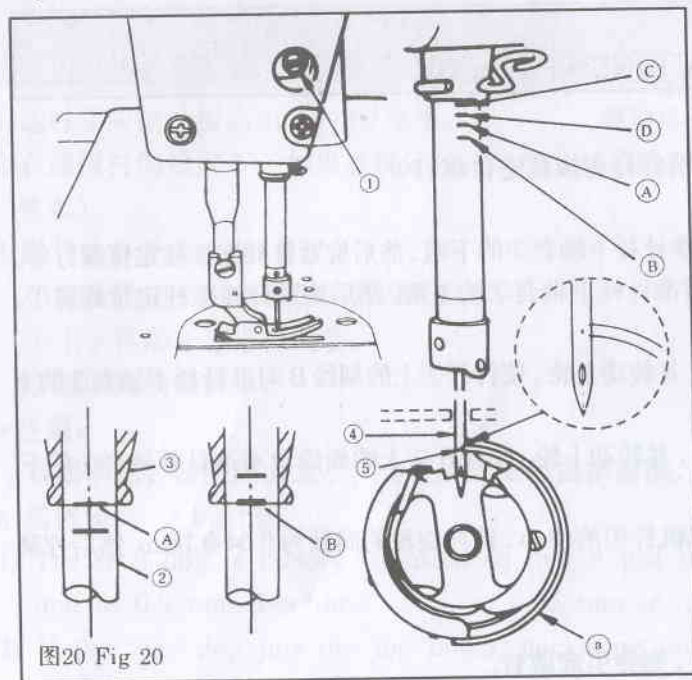

图20 Fig 20
14. 针与旋梭的关系 (图 20)
14. NEEDLE-TO-HOOK RELATIONSHIP (Fig.20)